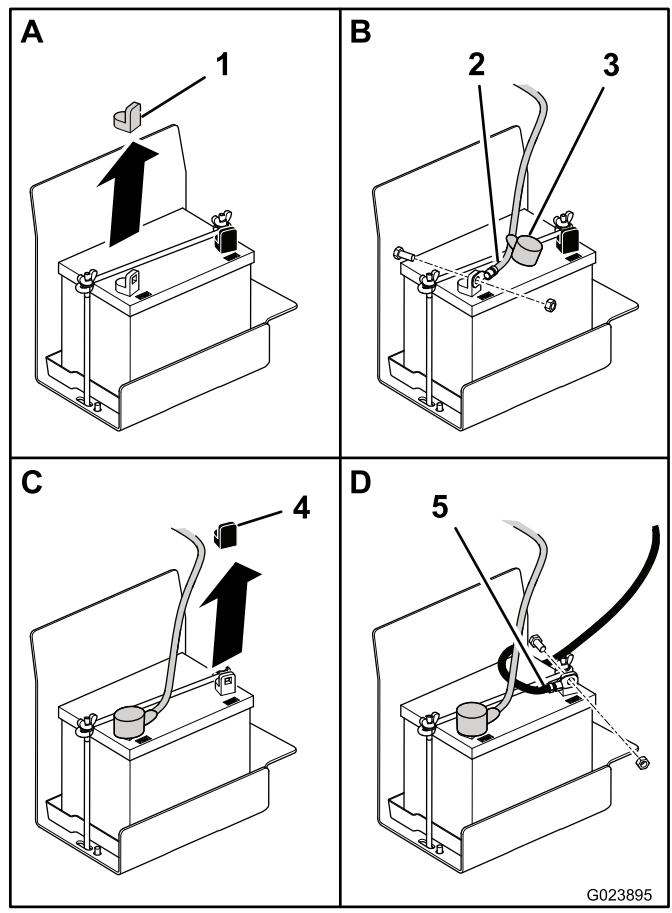

Bild 5
- Entfernen Sie die rote Kunststoffabdeckung am Pluspol des Akkus (Bild 5).